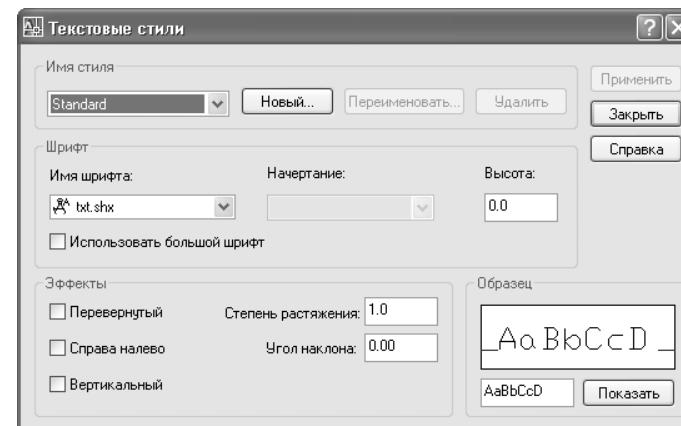

Рис. 10.1 ▼ Диалоговое окно **Текстовые стили** (Text Style) с параметрами стандартного стиля AutoCAD
4. Выберите из меню команду **Формат** ⇒ **Текстовый стиль** (Format ⇒ Text Style) либо введите в командном окне команду **Стиль** (STYLE) или просто **ст** (ST). Можно также отобразить панель инструментов **Текст** (Text) и щелкнуть на кнопке **Текстовые стили** (Text Style) этой панели. В любом случае на экране появится диалоговое окно **Текстовые стили** (Text Style) с параметрами используемого по умолчанию встроенного текстового стиля **Standard** (рис. 10.1).
Примечание. Если в определении стиля шрифта параметр **Высота** (Height) имеет значение **0.0** (как, например, для шрифта **Standard** на рис. 10.1), это означает, что высота текста может быть произвольной и что ее нужно будет задавать вручную при создании каждого текстового объекта, основанного на таком стиле.